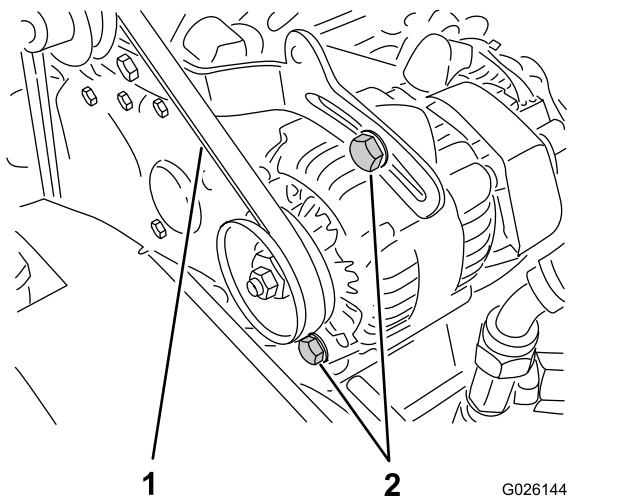

図 62
2. クランクシャフトとオルタネータのプーリ間の中央でベルトを指で押してベルトの張りを点検する。押す力は 10kg 程度(図 62)。
A. オルタネータの取り付けボルト 2 本をゆるめる(図 62)。
- B. エンジンとオルタネータの間にボールを入れて適当な張りに調整し、取り付けボルトを締め付ける(図 62)。